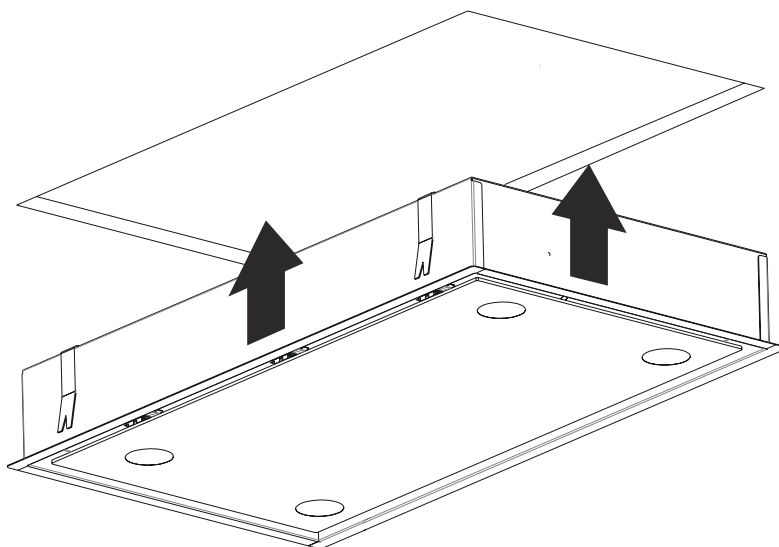

Fig. 13
7. ➤ Produktet ska föras upp i hålet (Fig. 13).